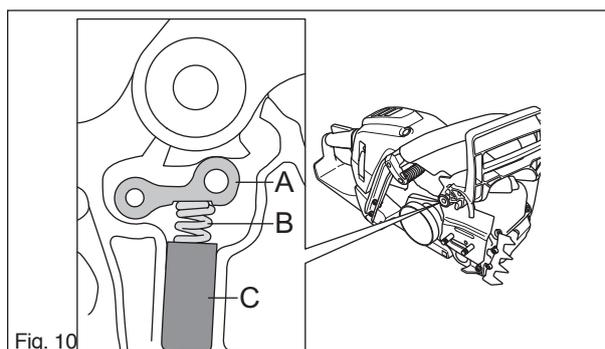

Fig. 10
Atornille la protección contra reculada y sitúe el balancín en su posición. Sitúe el muelle (B) en la carcasa de plástico (C) (fig. 10) y presione el muelle contra el balancín; a continuación, presione la carcasa de plástico contra su ranura. Atornille la placa separadora de la cadena.